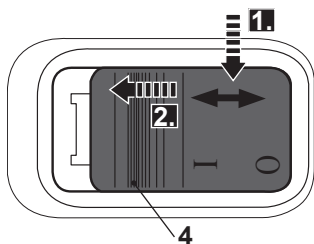

Fig. 16
> Presione la parte posterior del interruptor de Encendido/Apagado (4) y desplácelo hacia delante, hasta que el interruptor quede encajado en la posición de encendido (Fig. 16).